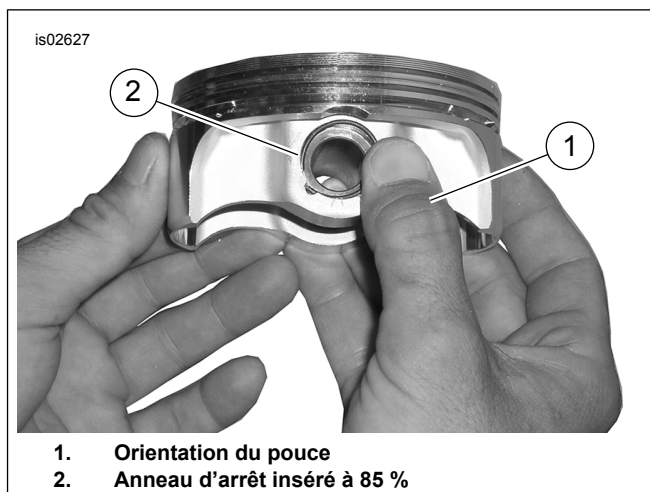

Figure 4. Installez l'Anneau d'arrêt
2. Consultez Figure 4 . Placer le pouce (1) comme indiqué. Appuyer fermement jusqu'à ce qu'environ 85 % de l'anneau d'arrêt (2) soit inséré dans la rainure.